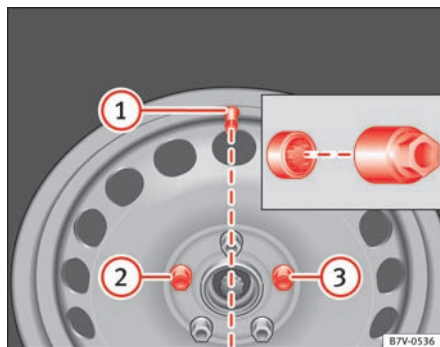

Fig. 179 Hjulskift: dækventil ① og placering af låsebolt ② eller ③
Låsebolten på position ⇒ Fig. 179 ② eller ③ skal være skruet i, før du kan montere hjulkapslen. Ellers kan hjulkapslen ikke monteres.
Du skal trykke hjulkapslen på fælgen på en sådan måde, at ventiludsnittet sidder over dækventilen ⇒ Fig. 179 ①. Sørg for, at hjulkapslen sidder ordentligt fast hele vejen rundt, når den sættes på.
På et hjul med hjulkapsel skal låsebolten være skruet i på position $\Rightarrow$ Fig. 179 ② eller ③. Ellers kan hjulkapslen ikke monteres.
- Skru låsebolten med adapter i med uret på position ⇒ Fig. 179 ② eller ③, og spænd den let fast.